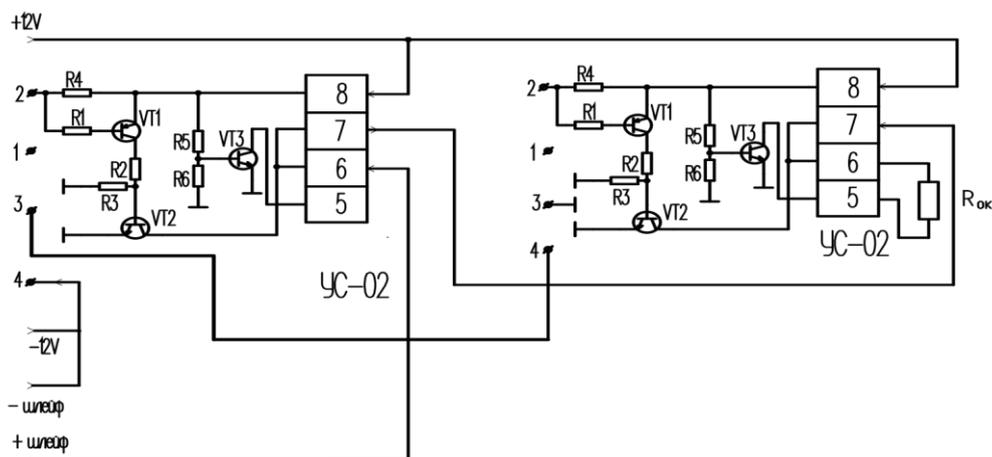

Рисунок 1. Схема подключения датчиков ИП 212-45 к четырехпроводным концентраторам (с использованием УС-02)
26. Назовите элементы конструкции извещателя ИПР-ЗСУ (рисунок1).